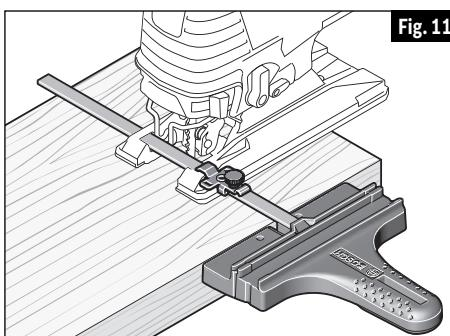

Fig. 11
- Coloque el pomo o los pomos en el lado apropiado de la(s) abrazadera(s) y apriete firmemente el pomo o los pomos en la(s) abrazadera(s) (Fig. 11).
- La superficie del tope-guía de la guía se debe posicionar A LO LARGO de la pieza de trabajo (Fig. 11).
- Apriete firmemente el pomo o los pomos de fijación en la(s) abrazadera(s) (Fig. 11).